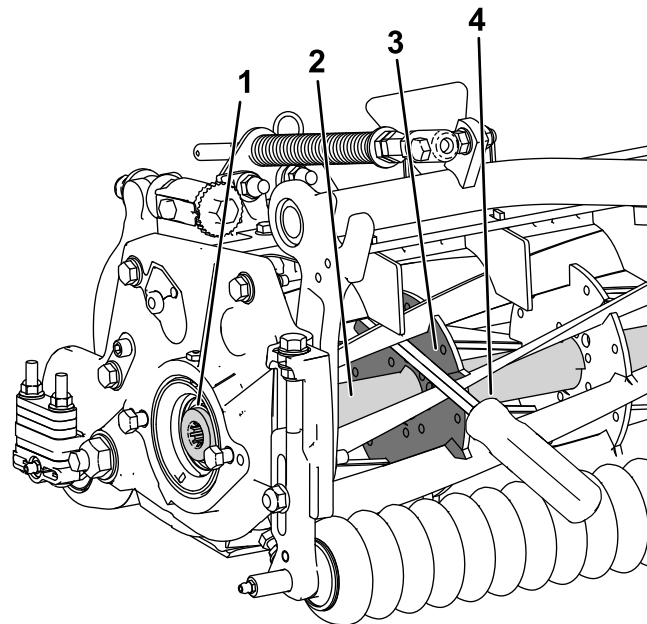

Bild 32
1. Stecken Sie ein langes Hebeleisen (empfohlen 10 mm x 300 mm mit Schraubendrehergriff) durch die Vorderseite der Spindel, nahe an der Seite des Mähwerks, die Sie anziehen werden (Bild 32).
2. Setzen Sie das Hebeleisen gegen die Schweißseite der innenliegenden Verstärkung der Schneidspindel (Bild 32).